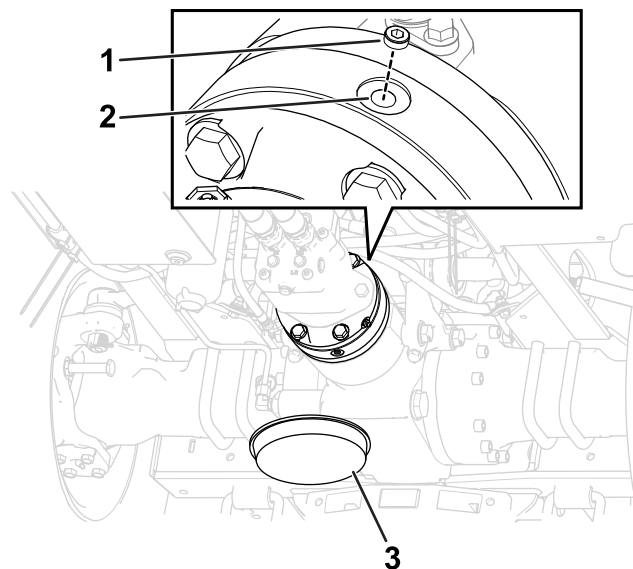

Figura 106
5. Retire el tapón de llenado de la parte superior del alojamiento del freno (Figura 106).
7. Instale el tapón de llenado en el orificio de llenado (Figura 106).